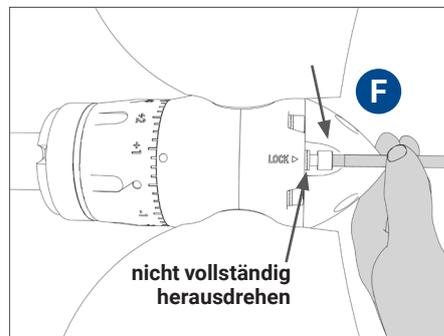

ABB. 24 Lösen der Feststellschraube
- Lösen Sie die Feststellschraube (gekennzeichnet mit **F** in **Abb. 24**) um 5-6 Umdrehungen. So können Sie die Steigung einstellen, ohne Gefahr, die Schraube im Wasser zu verlieren (Achtung: Bei 10 Umdrehungen wird die Schraube vollständig aus dem Propeller herausgedreht, es besteht die Gefahr, dass sie verloren geht).